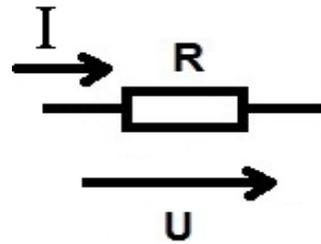

Рис. 1.38. Схема к контрольному вопросу 2
2. Если сопротивление R и напряжение U увеличить в два раза, что произойдет с током I (рис. 1.38)?